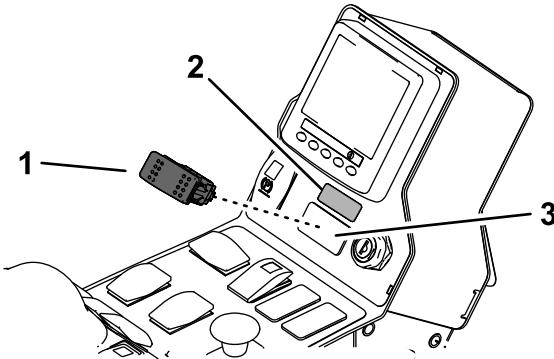

図 4
- コントロールパネルについているプラグを打ち抜いて、スイッチを取り付ける図4。
- スイッチの上に補助ブレーキのデカルを貼り付ける図4。